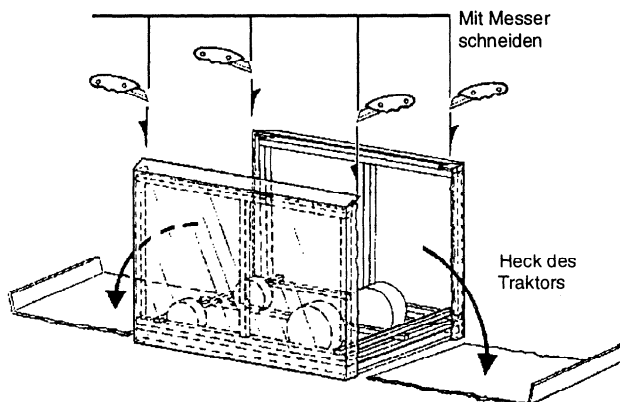

ABBILDUNG 1
- Pappkarton falten. Dazu mit einem Messer entlang der gestrichelten Linie schneiden (siehe Abbildung 1). Um Beschädigungen zu vermeiden, so nah wie möglich an den Ecken schneiden.